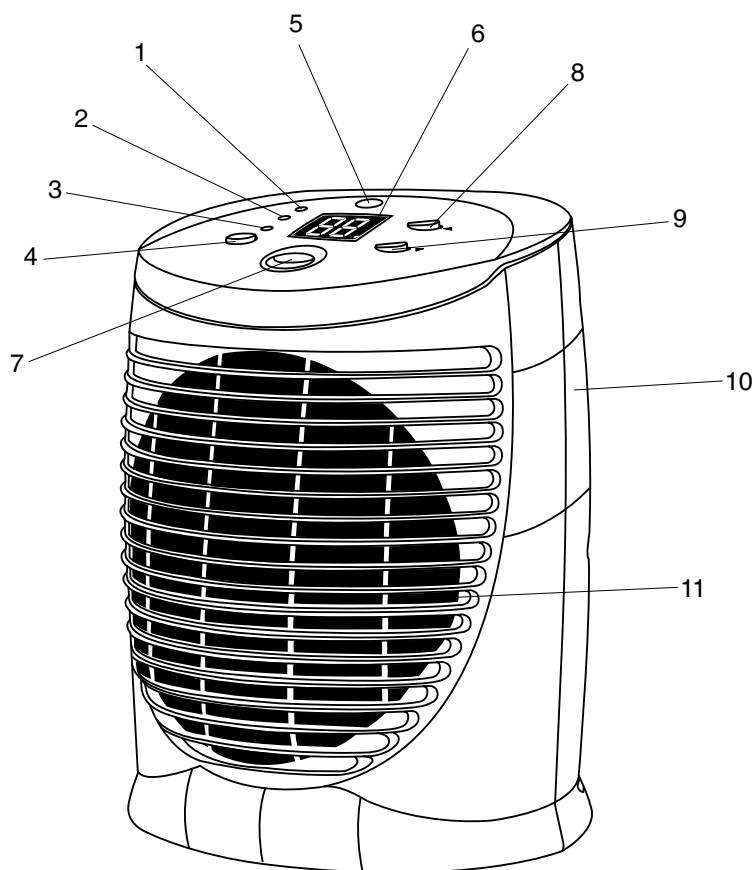

FIG. 1
- Conecte su temo ventilador a la red y sitúe el interruptor (7) en posición de encendido (Fig.1).